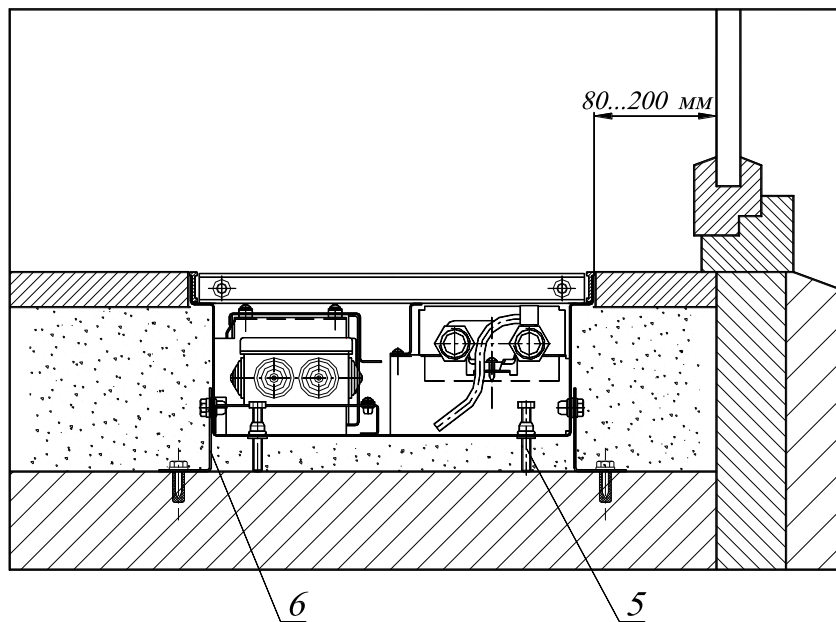

Рис.5
- 5.2** Конвектор монтируется в пол, для этого необходимо установить корпус конвектора в заранее подготовленный канал в полу и выровнять его по уровню чистого пола, с помощью упорных болтов 5 закрепив опорами 6 (см. Рис.5).